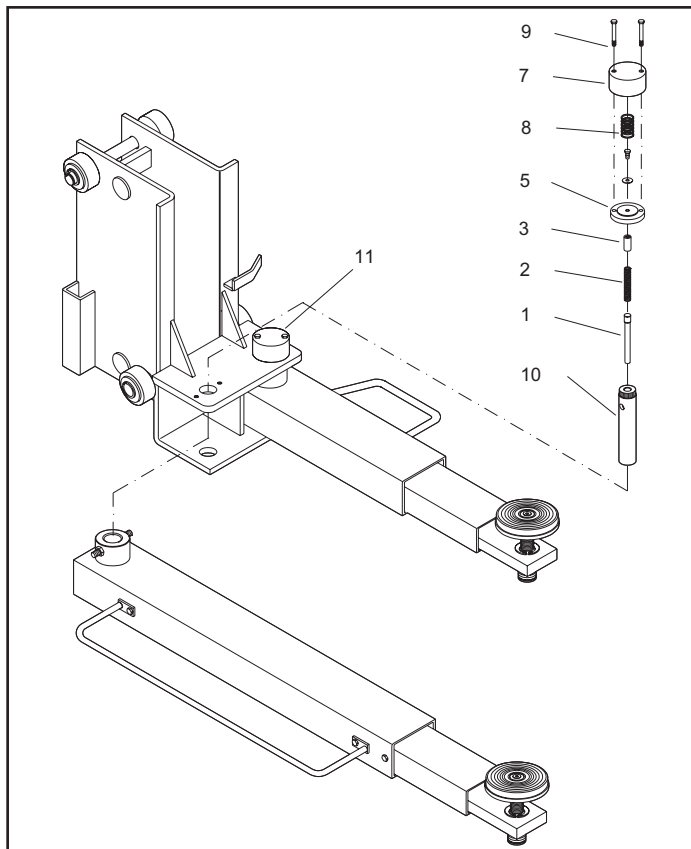

Fig.43
4 - Montare i bracci nei supporti dei carrelli ed inserire le spine dentate nei fori del supporto come indicato in fig.43.
5 - (Fig.43) Inserire il perno spingimolla (1) nella spina dentata (10) e successivamente la molla (2), avendo cura di ingrassare le suddette parti prima di montarle.